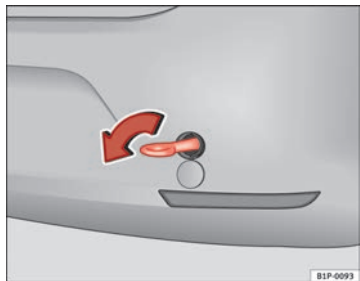

Abb. 183 Einschrauben
- Schrauben Sie die Abschleppöse in Pfeilrichtung *links* herum bis zum Anschlag vorne ⇒ Abb. 182 oder hinten ⇒ Abb. 183 in die Gewindebohrung ein. ■